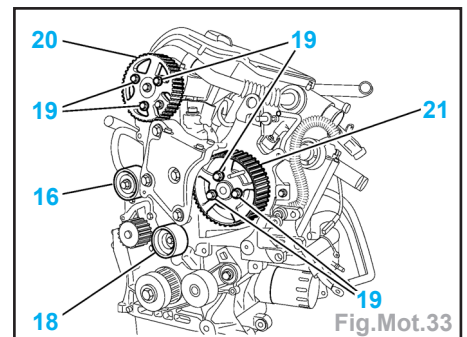

Fig.Mot.33
Impératif : Vérifier que les galets (16) et (18) tournent librement (absence de point dur), vérifier également que ces galets ne sont pas bruyants et/ou qu'ils ne présentent pas de projections de graisse (Fig.Mot.33).
- Desserrer les vis (19).
- Contrôler la libre rotation des poulies (20) et (21) sur leur moyeu.
- Serrer les vis (19) à la main puis les desserrer de 1/6 de tour.
- les vis (19) (Fig.Mot.33),
- Serrer l'écrou (23) à 1,8 daN.m (sans modifier la position du galet (16)).
- Serrer les vis (19) à 2,3 daN.m (Fig.Mot.33).